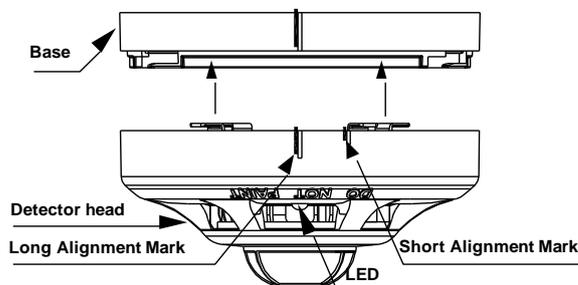

Рис. 2 – установка извещателя
- Совместите установочные метки на основании и на корпусе извещателя, как показано на Рис. 2